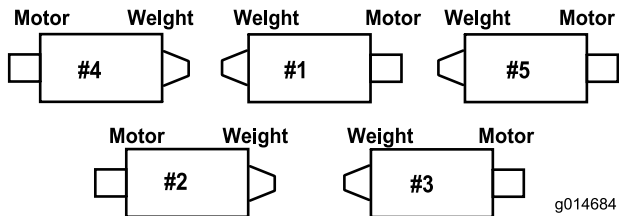
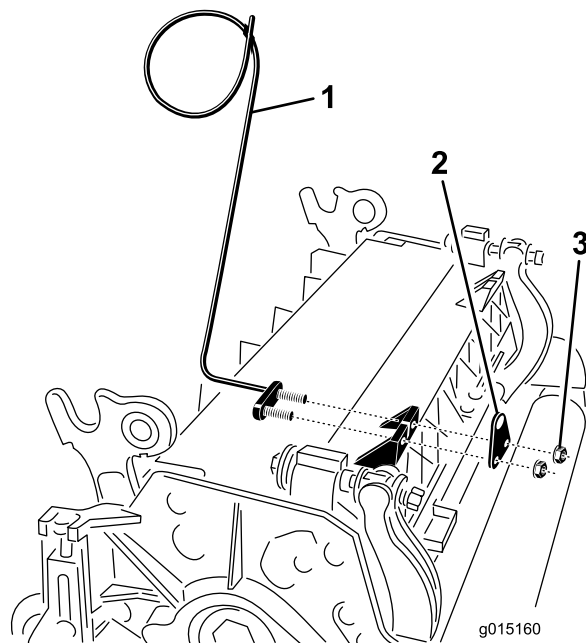

图6
图7
**重要事项：** 在 4 号（左前）和 5 号（右前）滚刀组（图6）上，用杆支架安装螺母将软管导向架安装到滚刀组凸耳（图7）的前面。软管导向架应偏向于中心滚刀组（图7 和图8）。